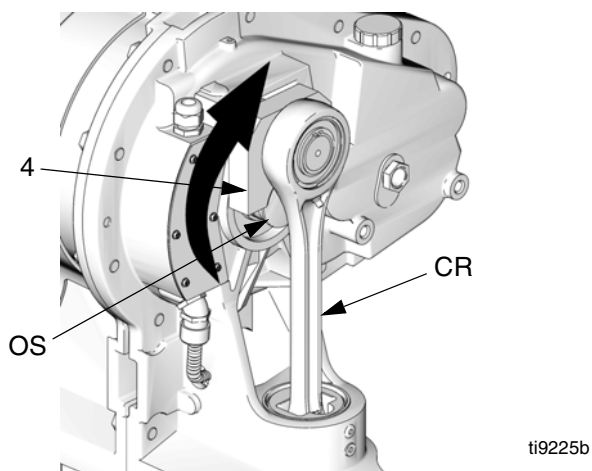

ABB. 18. Kurbelarm drehen
10. Siehe ABB. 18. Den Kurbelarm (4) drehen, um ihn auf diese Weise von der Ausgangswelle (OS) zu entfernen.
11. Die Baugruppe, bestehend aus Kurbelarm/Verbindungsstange/Schieberkolben (CR), nach oben aus dem Zylinder herausziehen.
12. Die alten Lager (8) entfernen.